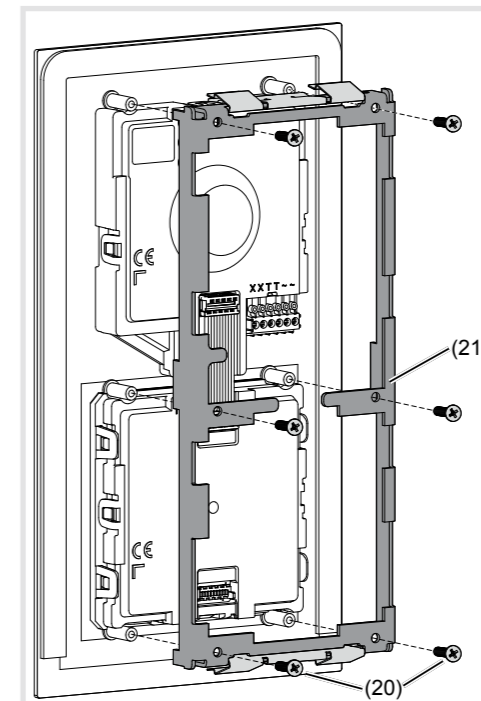

Figura 19: smontaggio del supporto del modulo
- Estrarre il blocco di serraggio di collegamento (13) nella mascherina video.
- Svitare le viti (20) del supporto del modulo posteriore (21) con un cacciavite ed estrarre il supporto del modulo (figura 19).